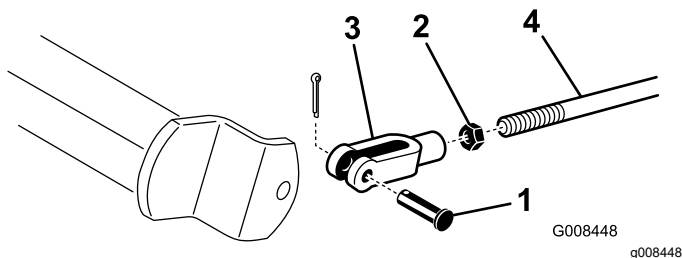

Figura 46
- A. Deconectai tijele de frână prin îndepărtarea cuielor spintecate și a tiftului cu cap și gaură (Figura 46).
- B. Slăbiți contrapiulița și reglai tiftul în mod corespunzător (Figura 46).
- C. Introduceți tiftul în arborele de frână (Figura 46).